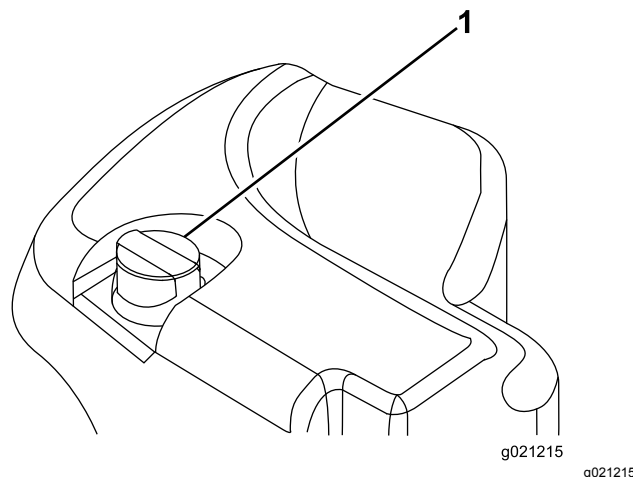

Bild 101
2. Reinigen Sie den Bereich um den Füllstutzen und den Deckel des Hydraulikbehälters (Bild 101). Drehen Sie den Deckel vom Füllstutzen ab.